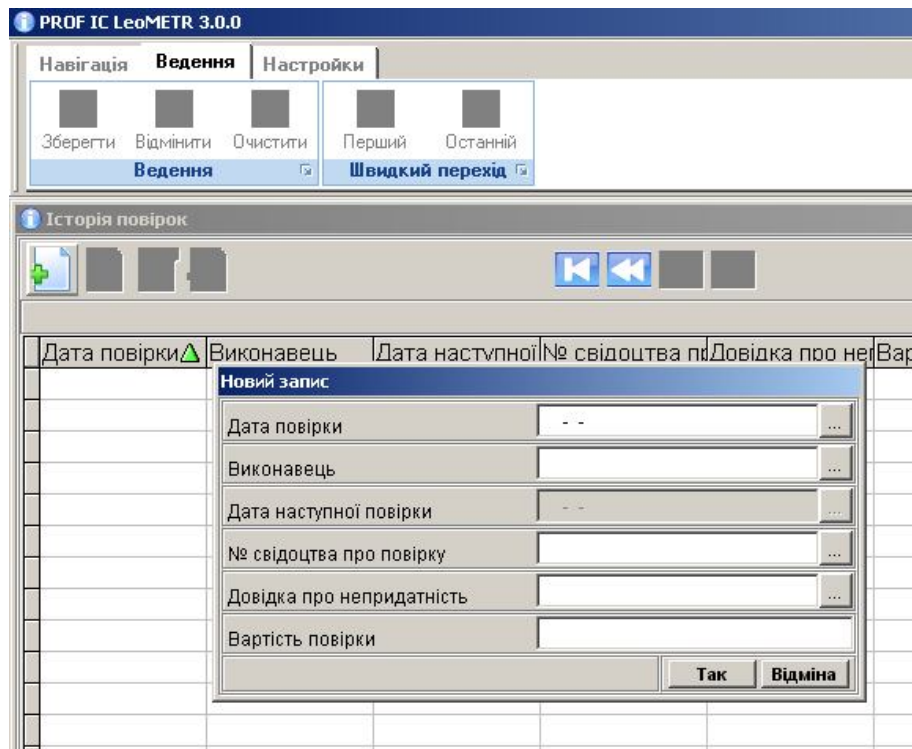

Рис. 7.8-3. Заповнення табличних реквізитів.
**Дані з таблиці.** Деякі реквізити (історія повірок, ремонтів, калібрувань та ін.) можуть мати декілька значень. Такі дані зберігаються в окремих таблицях і заповнюються шляхом додавання нового або видалення існуючого. Для редагування поля з таблиці натисніть кнопку «...» біля відповідного реквізиту. В новому вікні (див. рис.7.8-3) відобразяться вже введені дані (якщо такі були). Щоб додати новий – натисніть кнопку «Новий запис». Відкриється вікно для заповнення властивостей реквізиту (для різних реквізитів можуть бути різні форми вводу).